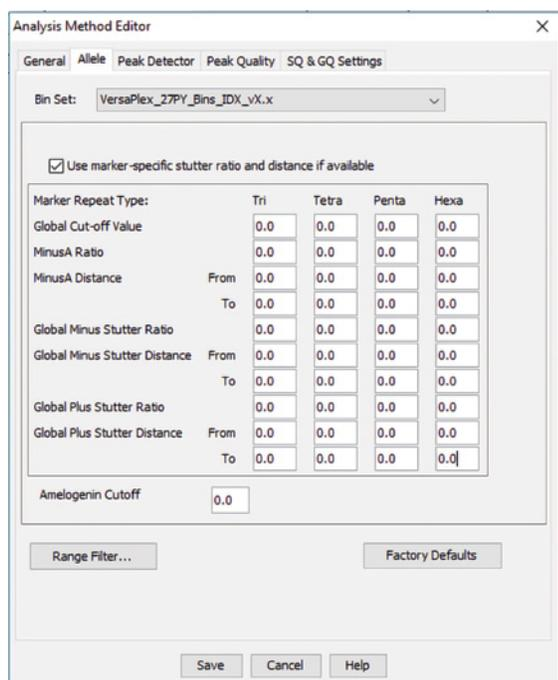

Figure 24. The GeneMapper® ID-X 'Allele' tab.
6. Select the 'Allele' tab (Figure 24).